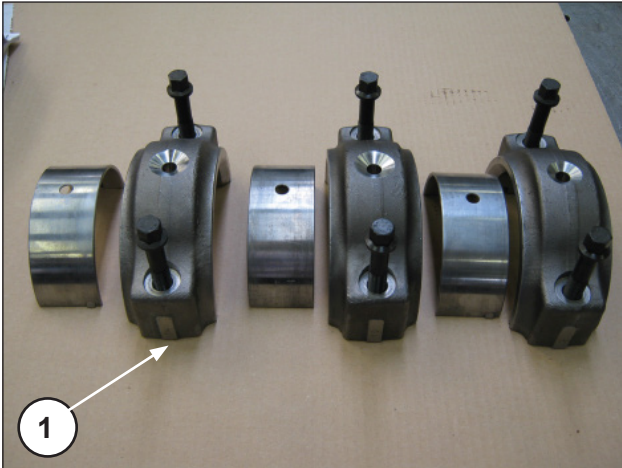
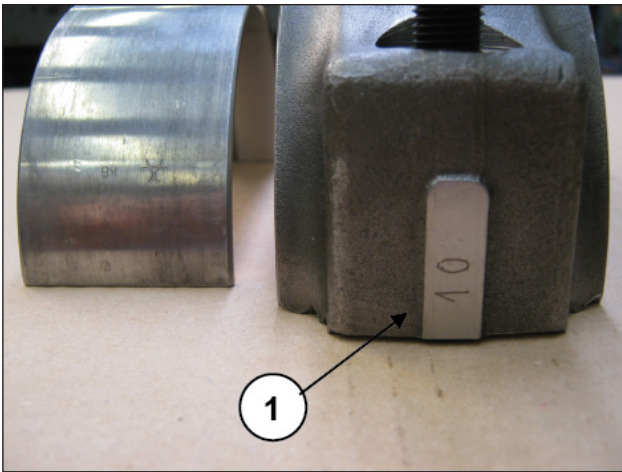

Fig. 41
Fig. 42
Acoplar las semibielas en los sombreretes ya desmontados, controlando la numeración (pos. ①, Fig. 41 y Fig. 42).